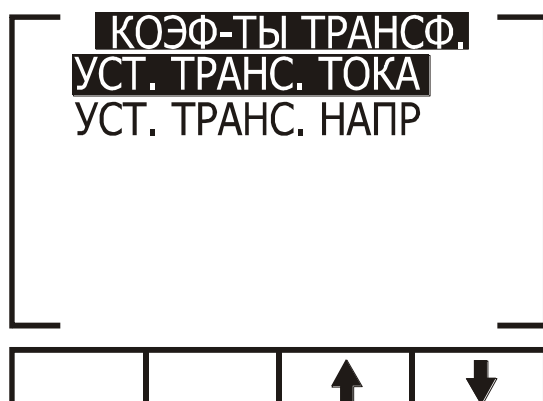

Рис. 11
5. Нажмите Enter. На дисплее отобразится экран задания коэффициентов трансформации (рис. 11):